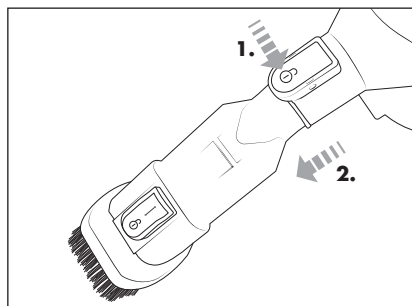

Fig. 9
- ◆ Per rimuovere la spazzola combinata 2 in 1 **8** dall'apparecchio, mantenere premuto il tasto di sblocco **17**. Poi sfilare la spazzola combinata 2 in 1 **8** dall'apertura di aspirazione dell'apparecchio (vedere fig. 9).